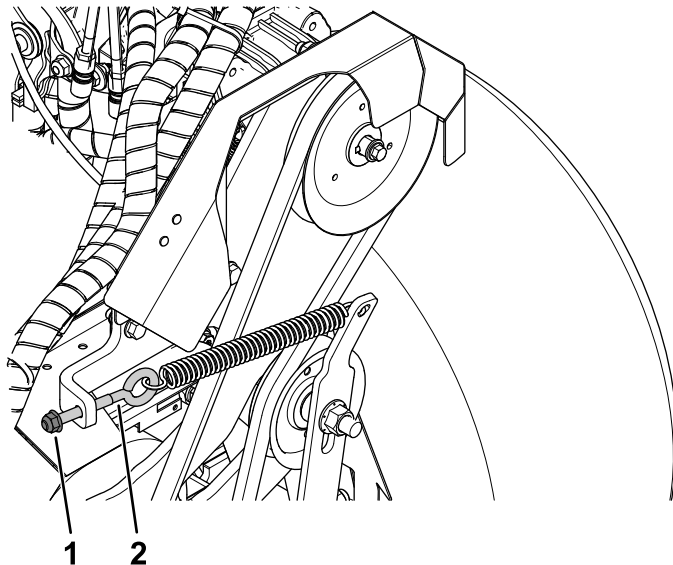

Figura 90
3. Sujetando el perno de anilla, afloje la contratuerca del perno de anilla para eliminar la tensión del muelle (Figura 90).